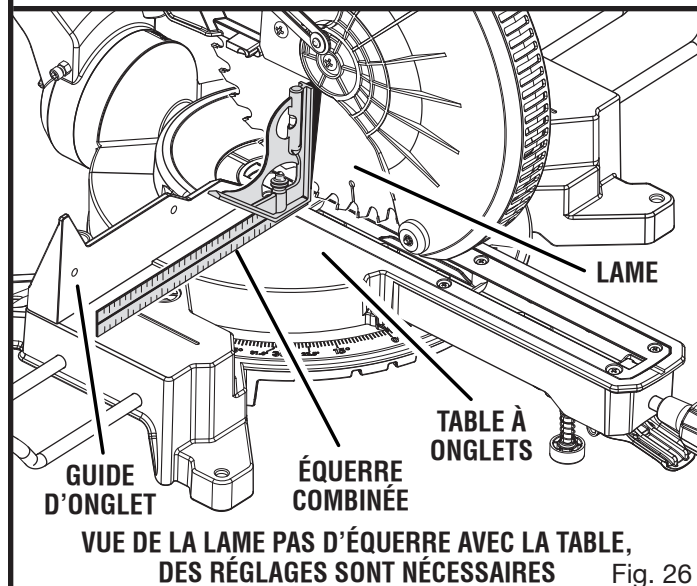

Fig. 26
- Si le haut ou le bas de la lame s'écarte de l'équerre, des réglages, figures 26 et 27, sont nécessaires.